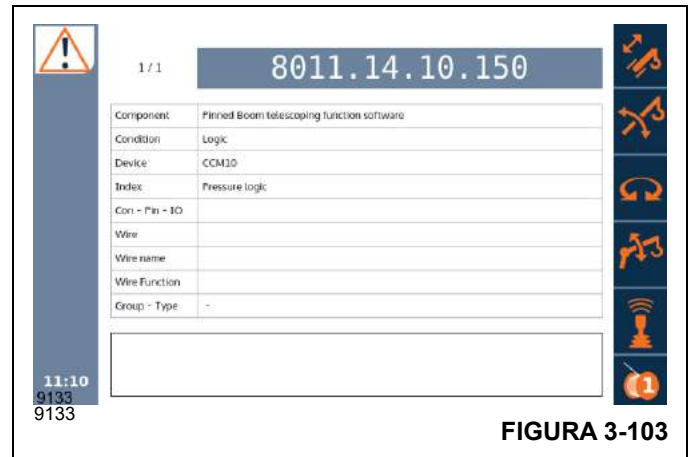

FIGURA 3-103
3. El visor de códigos de error de ODM (Figura 3-103) se abre.